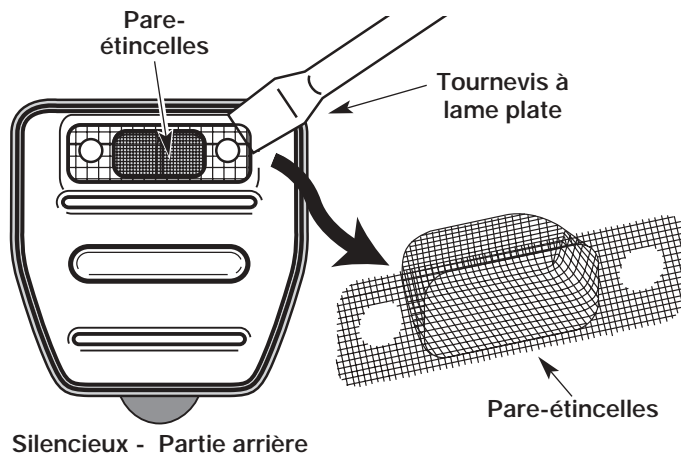

Fig. 29
4. Soulevez soigneusement le pare-étincelles de son trou à l'aide d'un petit tournevis à lame plate (Fig. 29). Retirez le pare-étincelles du silencieux.
5. Nettoyez le pare-étincelles à l'aide d'une brosse métallique. Remplacez-le s'il est endommagé ou si vous n'arrivez pas à le nettoyer complètement (Fig. 29).